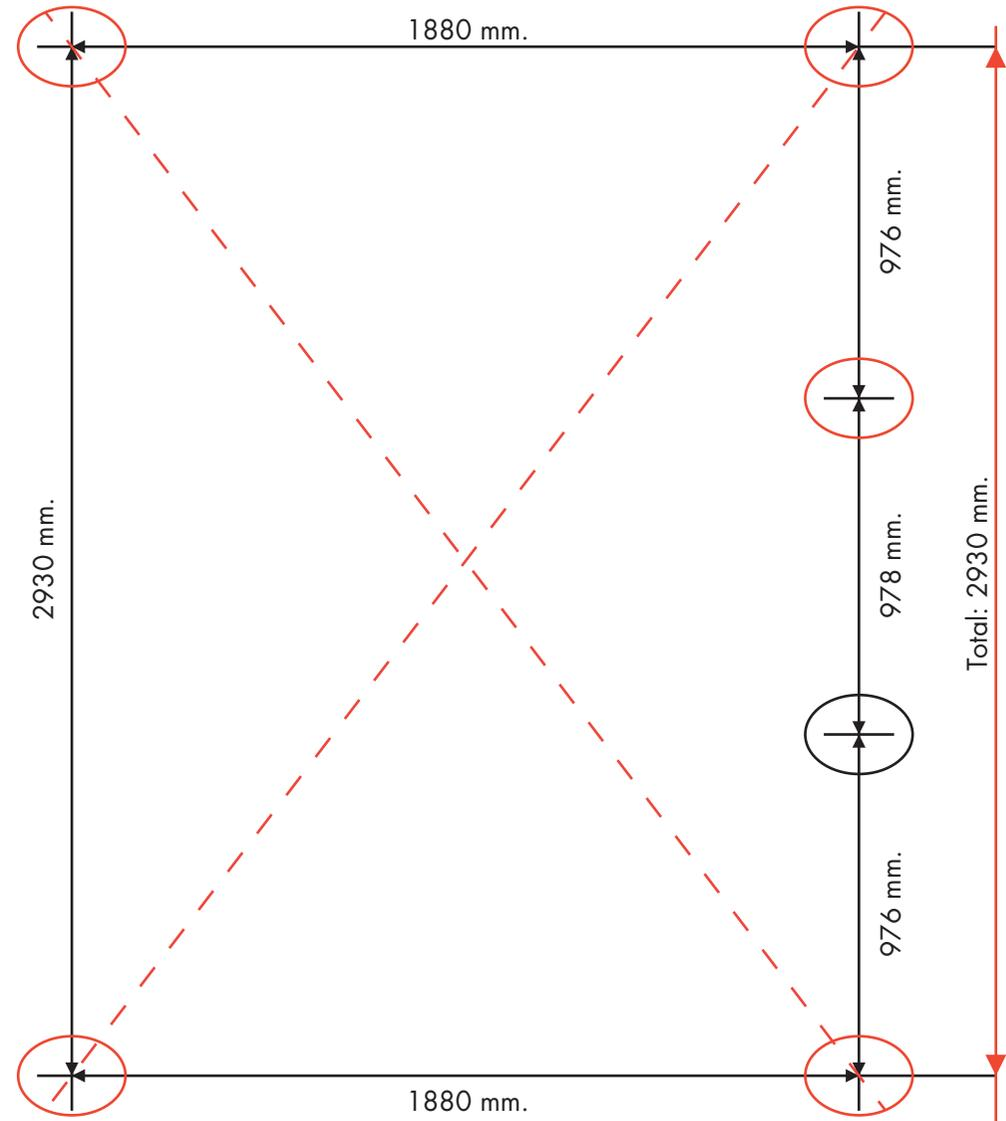

Imagen 1
Se inicia la obra marcando la posición exacta de los 6 postes, estos son: 4 (utilizados en los 2 arcos de los extremos) mas 2 intermedios que irían al fondo (Ver imagen 1) se realizan los pozos de **0,25 a 0,30 de diámetro x 0,70 mts.** de profundidad. Ahora, se marcan con lapiz todos los postes (6) midiendo desde arriba, 1 metro hacia abajo, allí, trazar una marca sobre las 4 caras de cada uno.